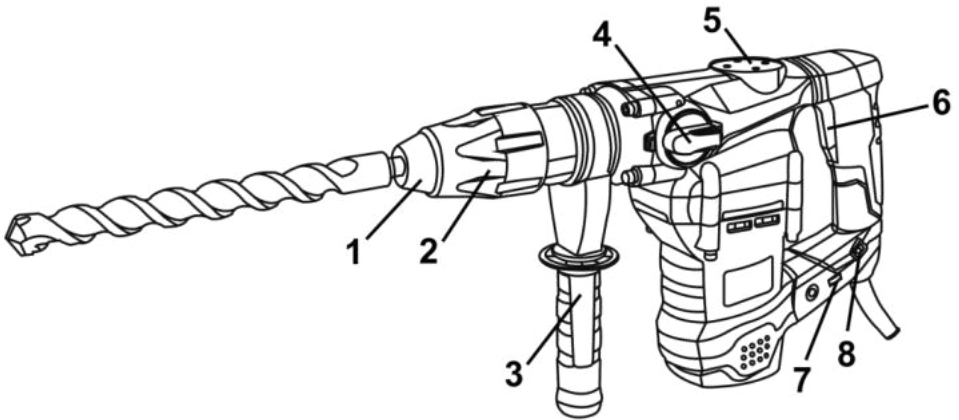

Рисунок 1
- Перед увімкненням виробу оберіть швидкість обертання патрона, встановивши регулятор (7) у необхідне положення. Для виключення несправності блоку управління швидкістю обертання двигуна не змінюйте положення регулятора (7), утримуючи клавішу вимикача (6).
4.2 Для увімкнення виробу натисніть на курок вимикача (6) (рисунок 1). Для вимкнення виробу курок слід відпустити.